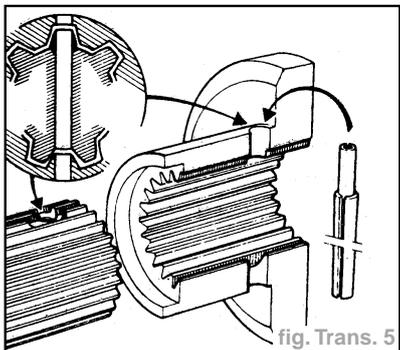

fig. Trans. 5
- Placer deux goupilles élastiques neuves : outil **B.Vi. 31-06**. Étancher les trous de goupilles à l'aide de **CAF 4/60 Thixo** (fig. Trans. 5).
**Nota.** Des chanfreins d'entrée sur les planétaires facilitent le montage des goupilles élastiques neuves (fig. Trans. 5).